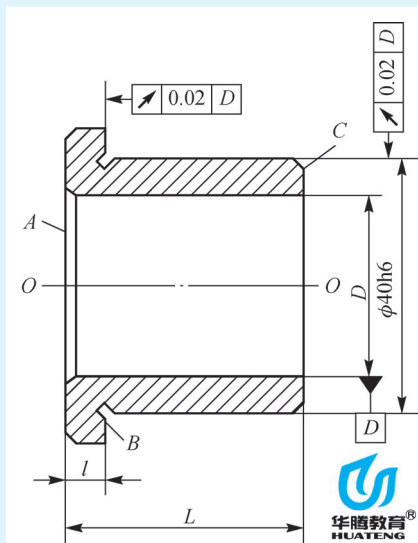

图 1-10 钻套
设计基准是在零件图上所采用的基准。它是标注设计尺寸的起点。如图 1-10 所示，轴心线 $O—O$ 是各外圆和内孔的设计基准，端面 A 是端
(1) 定位基准。在加工中用作定位的基准称为定位基准。它是工件上与夹具定位元件直接接触的点、线或面。如图 1-10 所示的钻套，用内孔装在心轴上磨削 $\phi 40h6$ 外圆表面时，内孔表面是定位基面，孔的中心线就是定位基准。
(2) 工序基准。在工序图上，用来标定本工序被加工面尺寸和位置所采用的基准，称为工序基准。它是某一工序所要达到加工尺寸（工序尺寸）的起点。
(3) 测量基准。零件测量时所采用的基准称为测量基准。如图 1-10 所示，钻套以内孔套在心轴上测量外圆的径向圆跳动，内孔表面是测量基面，孔的中心线就是外圆的测量基准；用卡尺测量尺寸 l 和 L ，表面 A 是表面 B 、 C 的测量基准。
(4) 装配基准。装配时用以确定零件在机器中位置的基准，称为装配基准。图 1-10 所示的钻套， $\phi 40h6$ 外圆及端面 B 即为装配基准。
工艺基准是在加工、测量和装配时所使用的，必须是实在的。然而作为基准的点、线、面有时并不一定具体存在（如孔和外圆的中心线、两平面的对称中心面等），往往通过具体的表面来体现，用以体现基准的表面称为基面。例如，图 1-10 所示钻套的中心线是通过内孔表面来体现的，内孔表面就是基面。